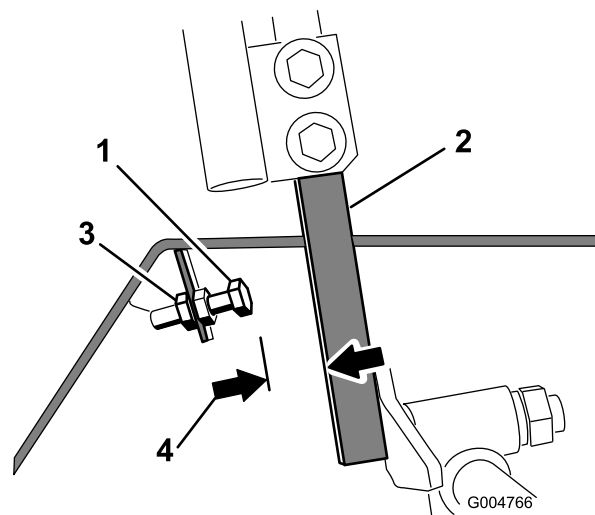

Bild 63
4. Lösen Sie für einen der Fahrtriebshebel die Klemmmutter an der Antriebschraube (Bild 63).